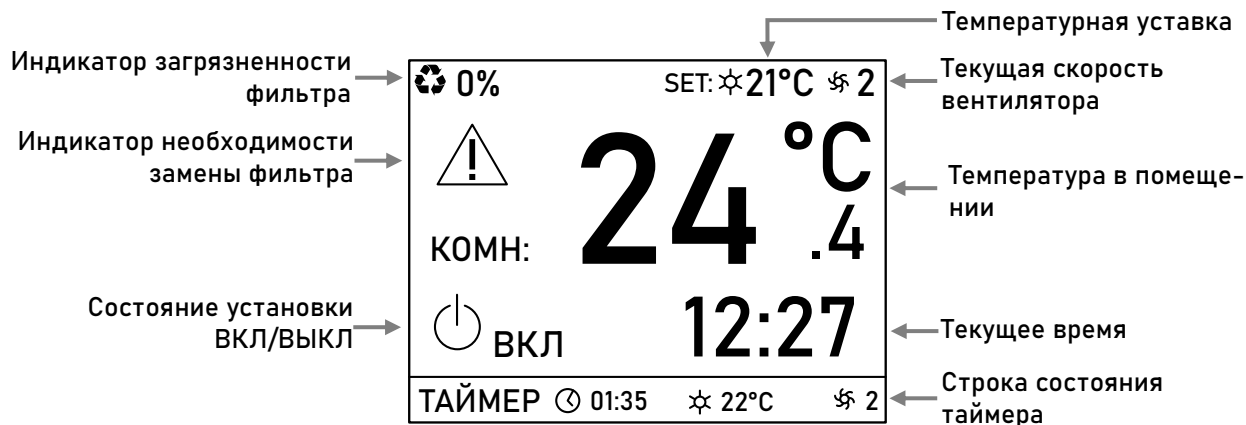

Рисунок 3 - Экран дежурного режима
3.3.2 Сразу после включения на нём отобразится экран дежурного режима (Рисунок 3).